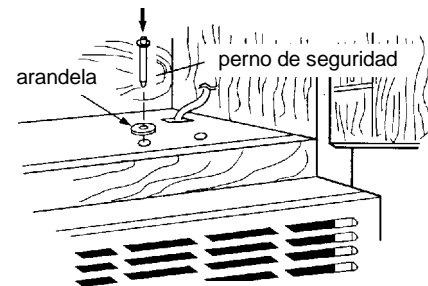

Figura 31
3. Coloque el pasador de seguridad y el conjunto de la arandela en el orificio N (orificio del lado izquierdo) y empuje el pasador hacia abajo tanto como sea posible. Vea la figura 31.